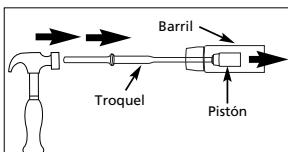

Figura 4
3. Si el pistón está atascado, desarme el barril del alojamiento. Utilice el troquel para empujar el pistón a través del barril (Vea la figura 4).